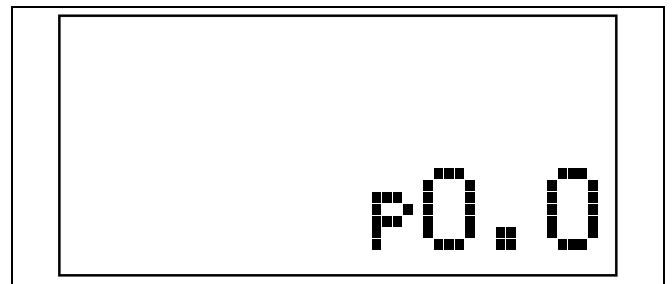

fig. 28 Display bedieningspaneel
- Lees de druk af op het display. De drukweergave (bijv. "P0.0") wordt rechtsonder op het display weergegeven (→ fig. 28).